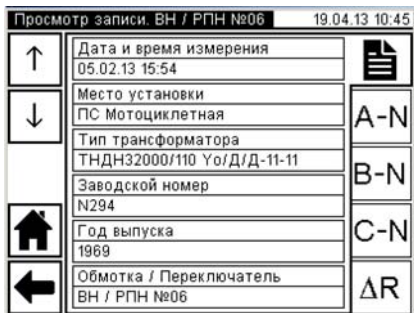
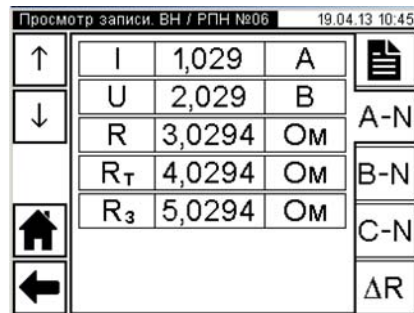

Рисунок 6.56
Рисунок 6.57
6) Для просмотра нужной записи нажать на заголовке записи (рисунок 6.55, поз.3). На экране появится, например, окно "Просмотр записи, ВН/РПН №06" (рисунок 6.56), для просмотра результатов измерения нажать на вкладке, например "A-N" (рисунок 6.56) и просмотреть результаты (рисунок 6.57).